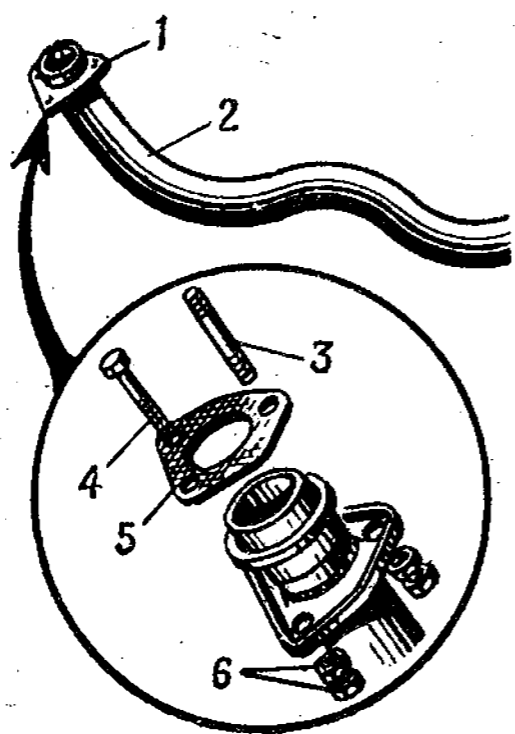

Рис. 26. Крепление приемной трубы глушителя:
4. Отвернуть контргайки и гайки 6 (рис. 26) болтов 4 и шпильки 3 крепления приемной трубы 2 глушителя к выпускному трубопроводу, вынуть болты и отъединить приемную трубу 2 глушителя в сборе. Снять прокладку 5
9. Надеть на конец приемной трубы 2 (рис. 26) глушителя со стороны фланца прокладку 5